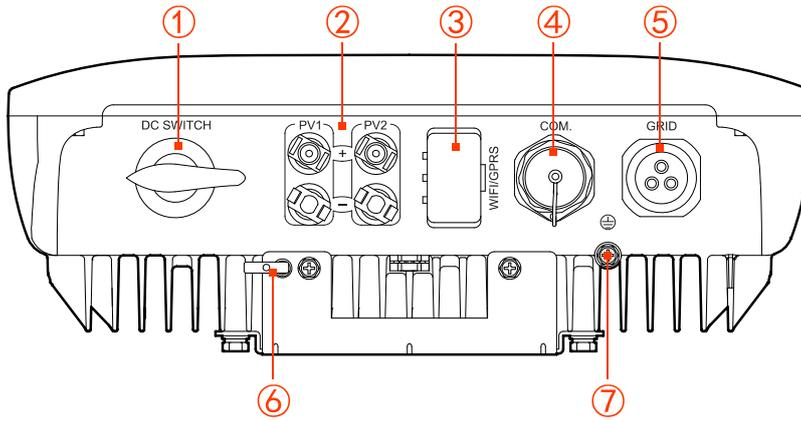

Figura 2-5 Vista posterior
Todos los terminales externos están ubicados en la parte posterior del inversor, incluida la entrada FV, la salida de CA, el puerto de comunicación y el interruptor de CC, etc., como se muestra en la Figura 2-5.
El interruptor de CC (como se muestra en Figura 2-5 ①) es el interruptor de conexión del inversor y la matriz FV. Cuando el inversor funciona normalmente, el interruptor de CC debe estar ENCENDIDO. Durante la instalación y el cableado, el interruptor de CC debe estar en la posición OFF (APAGADO). Antes de realizar el mantenimiento, el interruptor de CC debe estar en la posición OFF (APAGADO) durante 20 minutos y se debe medir el voltaje de la barra colectora de CC con un multímetro, solo cuando el voltaje sea inferior a 10 V, se podrá realizar el mantenimiento.